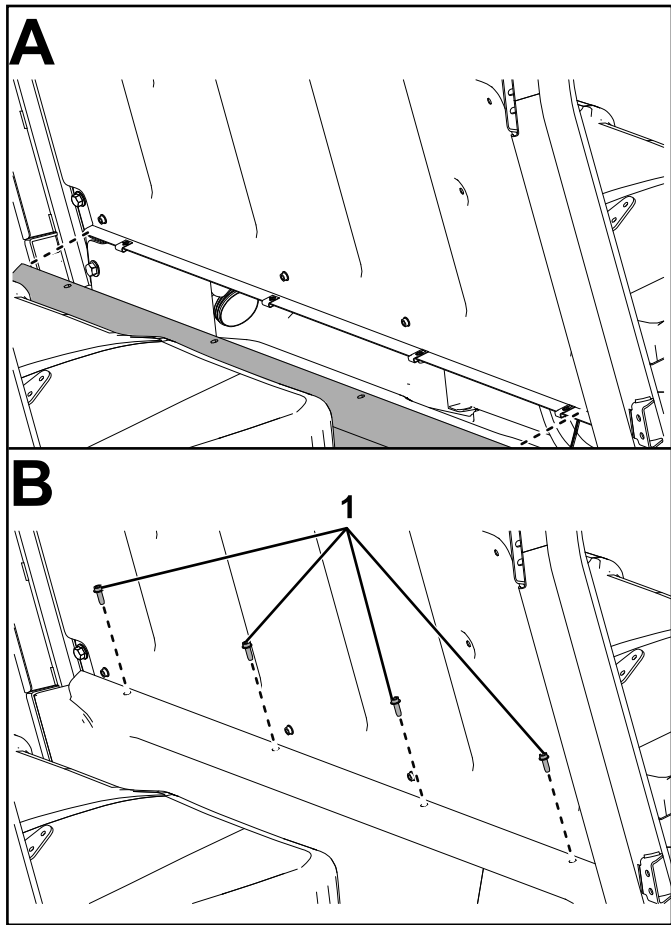

図 50
23. フットウェルに中間シートプレートとクリップ1/4"4個を取り付ける六角ワッシャヘッドボルト1/4 x 3/4"4本を使用して図 50のように取り付ける。